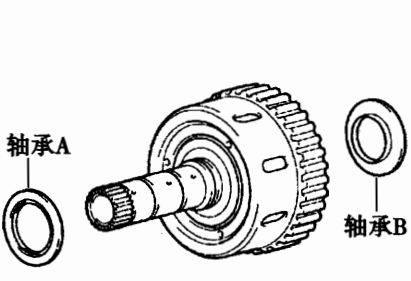

图 12-1-121
②如图 12-1-121 所示,从前进挡离合器毂分总成上拆下 2 号止推滚针轴承。